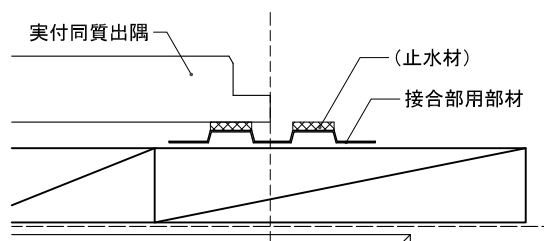

図1 実付同質出隅材の実端部
- 接合部用部材を、実付同質出隅の実端部が中心になるように配置する。(図1参照)